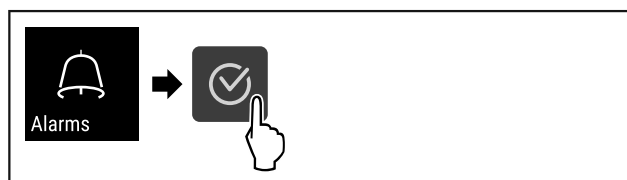

Fig. 117
- Stappen (zie Fig. 117) uitvoeren.